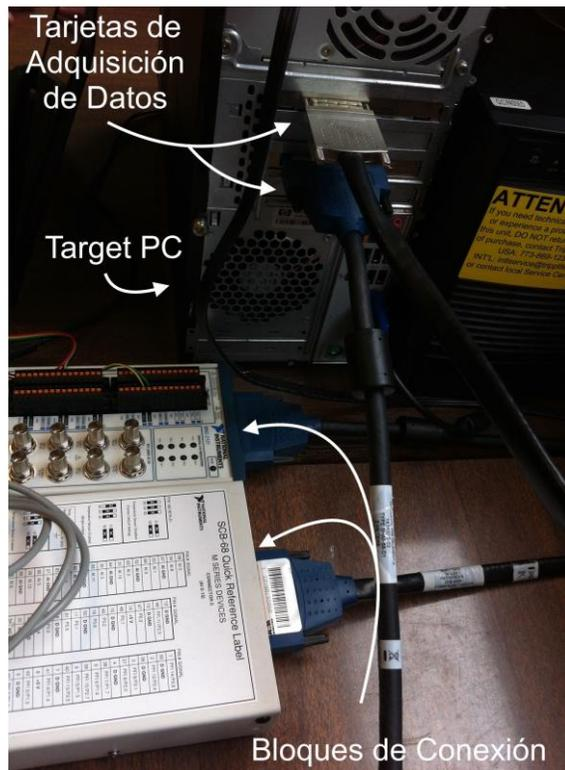

Figura 3. Conexión de las tarjetas de adquisición de datos con los bloques de conexión.
- **Paso 3:** Verificar que los bloques de conexión de las tarjetas de adquisición de datos (NI PCI-6221 y NI PCI-6602) estén bien conectados y asegurados al PC Target, como se muestra en la figura 3.